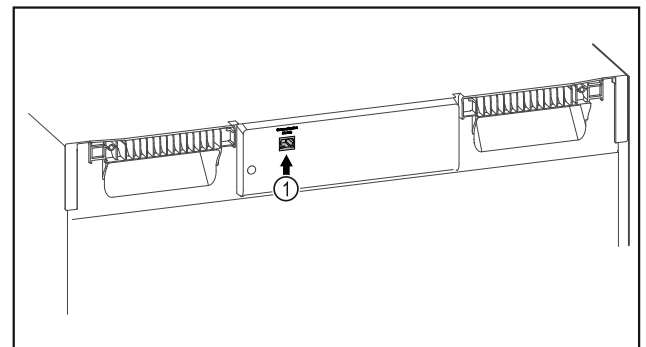

Fig. 93
- SmartModule Fig. 93 (1) este instalat.